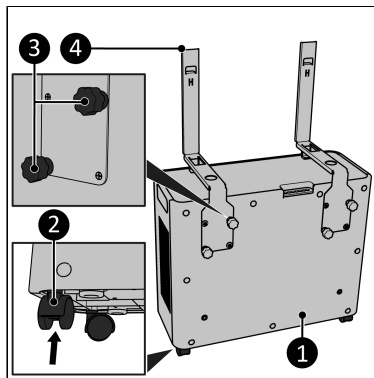

Figure 76.
2. Fixez les roulettes (Figure 76, pos. 2) à l'unité extérieure (Figure 76, pos. 1) en les enfonçant dans les trous situés sous l'unité extérieure.
3. Fixez les supports intérieurs (Figure 76, pos. 4) à l'unité extérieure (Figure 76, pos. 1) en serrant deux capuchons de vis par support (Figure 76, pos. 3).